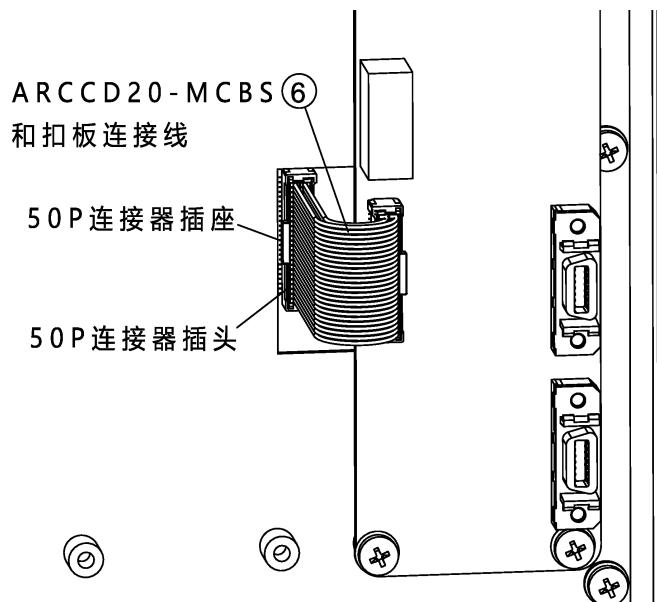

图 21-41 MCB 和 MCB-IEB 连接
步骤4. 将⑥ ARCCD20-MCBS 和扣板连接线两端的 50P 连接器插头分别接在 MCB 和③ MCB-IEB 上的 50P 连接器插座上，参考图 21-41。